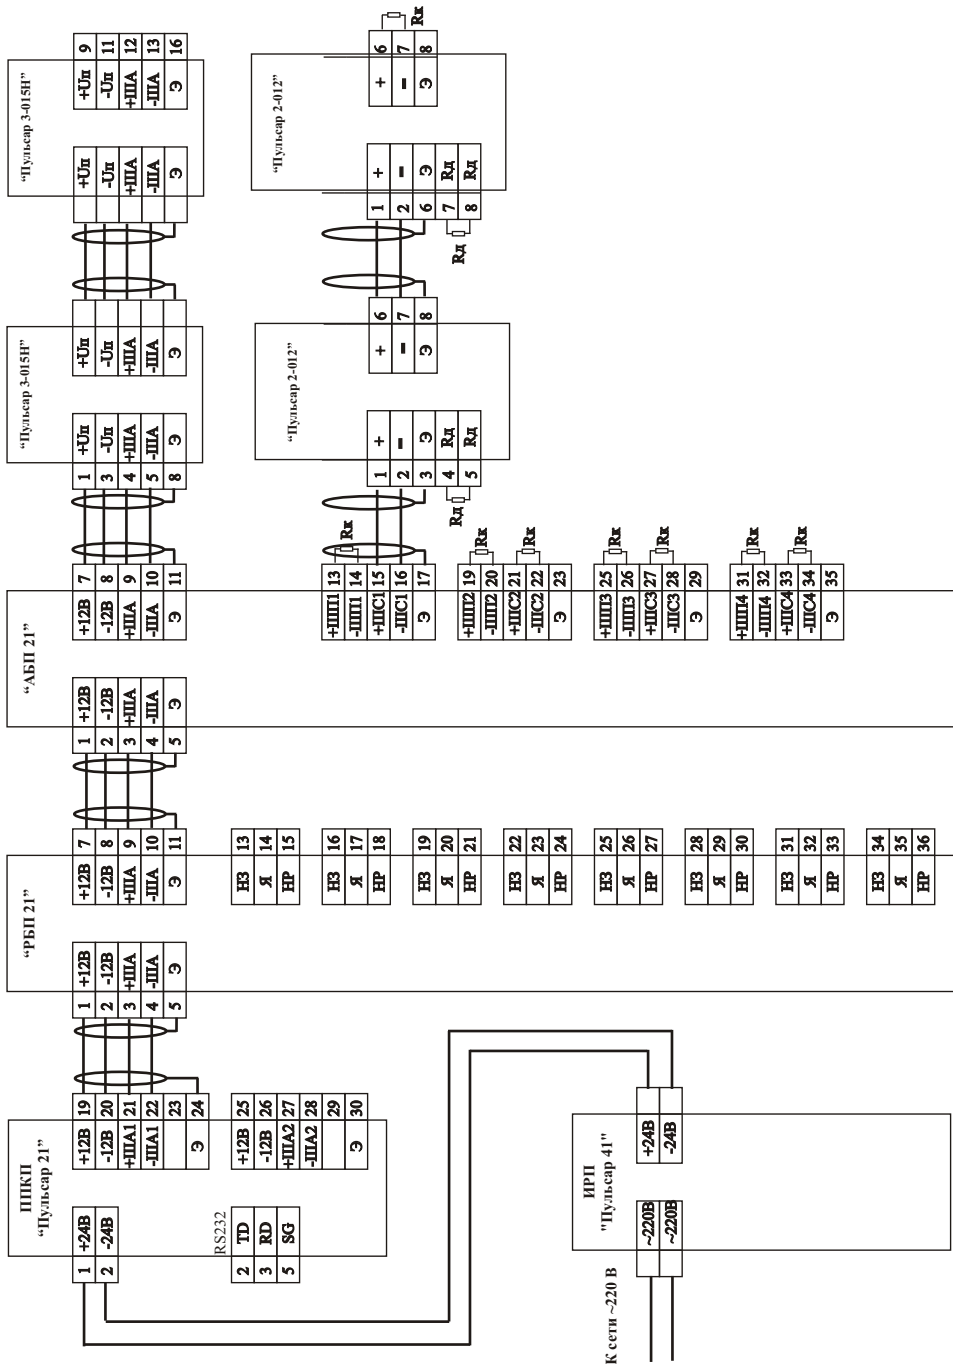

Рис. 4 Схема подключения различных устройств к ППКП "Пульсар 21"
2.2.5 Произвести подключение ППКП к другим устройствам системы сигнализации. Таблица назначения контактов приведена на рис.3. На рис.4 приведена схема подключения извещателей “Пульсар3-015”, релейных блоков РБП21, адресных блоков АБП21 к ППКП. Все перечисленные устройства подключаются четырехпроводной линией связи к двум шлейфам ППКП. Последовательность включения произвольная. К блоку АБП21 (на клеммы 13,16,17,20,21,24,25,28) можно подключить до четырех безадресных извещателей. При этом они будут иметь индивидуальные адреса. Общее количество адресных и безадресных извещателей - восемь. Блок РБП 21 имеет релейные выходы в виде нормально замкнутых (НЗ) и нормально разомкнутых контактов (НР) с якорем контактной группы (Я) для всех восьми извещателей, подключенных к этому же шлейфу ППКП.